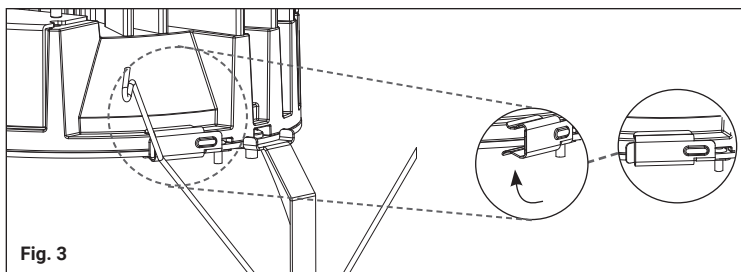

Fig. 3
3. Rotate side clips (3) into place to secure trim to LED engine. (Fig. 3)
3. Tournez les pinces latérales (3) en place pour fixer la garniture au moteur à DEL. (Fig. 3)
3. Gire los ganchos laterales (3) a su sitio y asegure la moldura al motor LED. (Fig. 3)